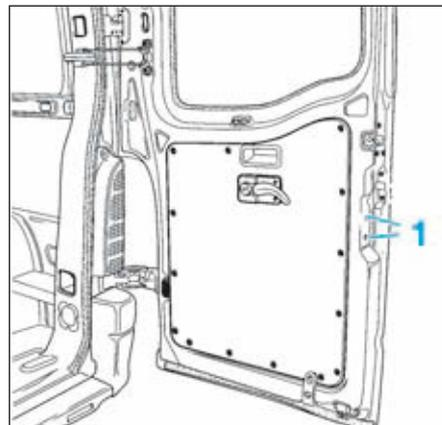

FIG.151
- Déposer les vis (1) (Fig.151) de la patte d'inviolabilité.